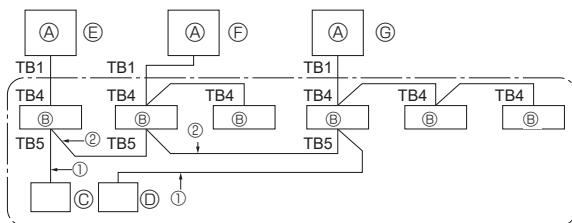

Fig. 9-1
9. Het systeem controleren (Fig. 9-1)
① Draden vanaf de afstandsbediening